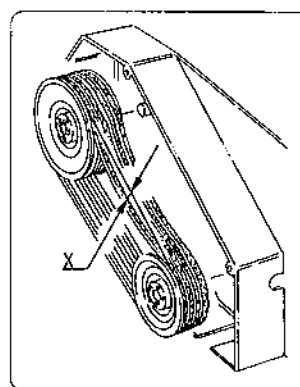

fig. 7.8.1
7.8 - Einstellung der Riemen-spannung (Abb. 7.8.1 und 7.8.2)